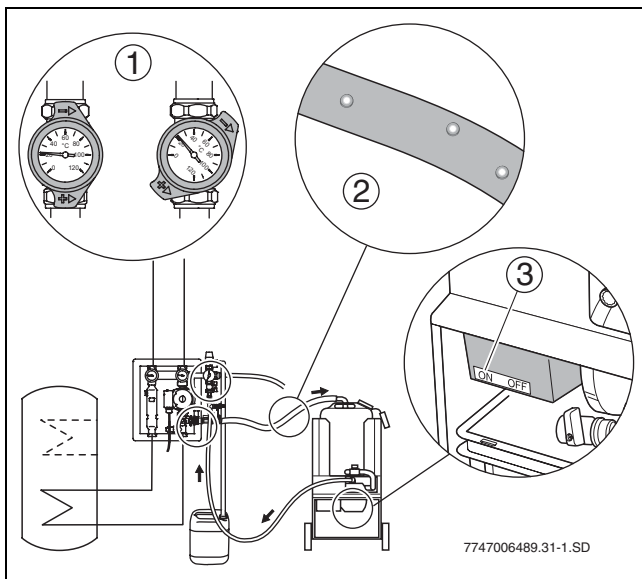

Bild 18 Påslagning av pumpen och kontroll av luftbubblor
- ▶ Slå på pumpen (→ bild 18, (3)).